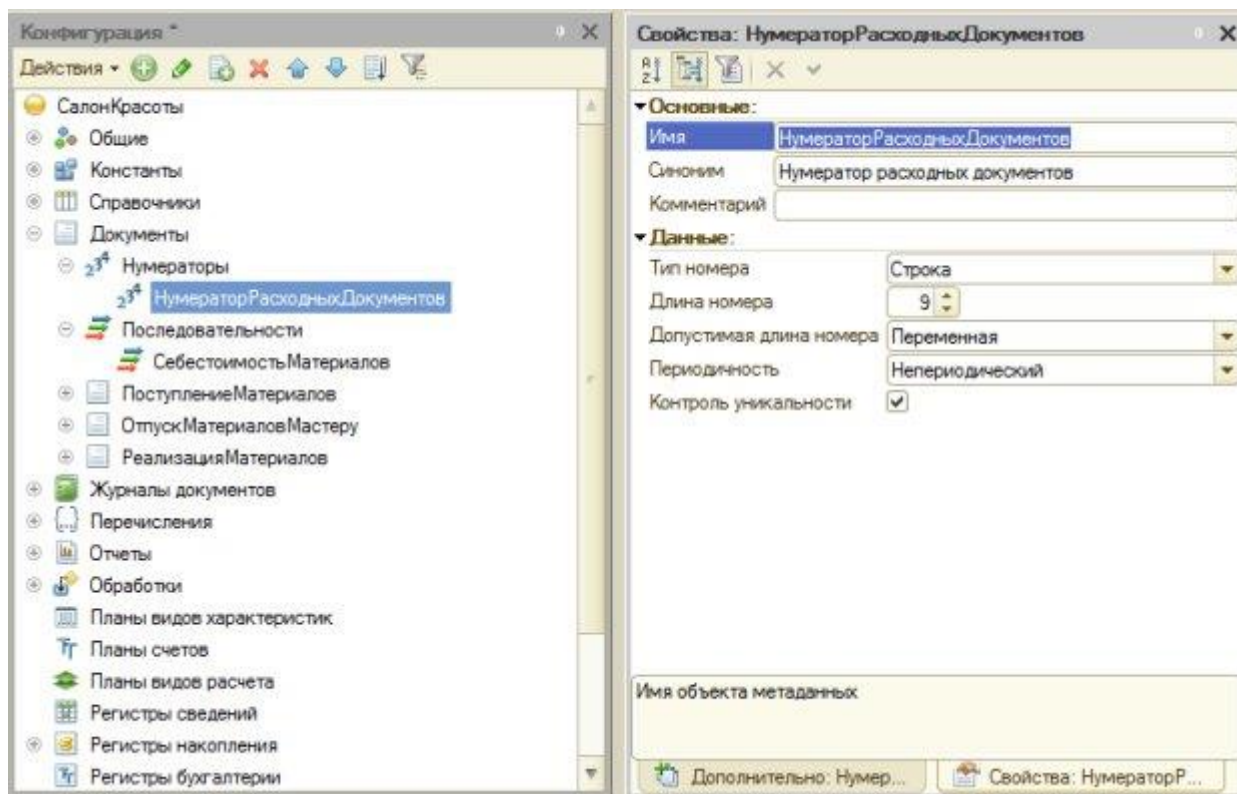

Рисунок 17.8- Создание нового нумератора
15. Еще один полезный объект, который можно найти в ветви **Документы** дерева конфигурации – это **нумераторы**. Нумератор позволяет задавать единые правила нумерации для различных документов. Создадим новый нумератор, назовем его **НумераторРасходныхДокументов**, Рисунок 17.8.